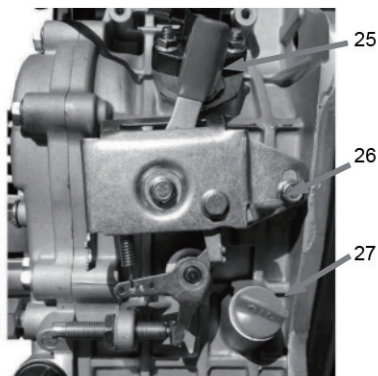

Fig.4
3. Amener le variateur en position de départ (voir Fig. 4 arrêt à droite).
Pour éteindre le générateur, appuyer sur le levier du variateur de vitesse (fig. 4, position 25). Le moteur s'arrête alors.